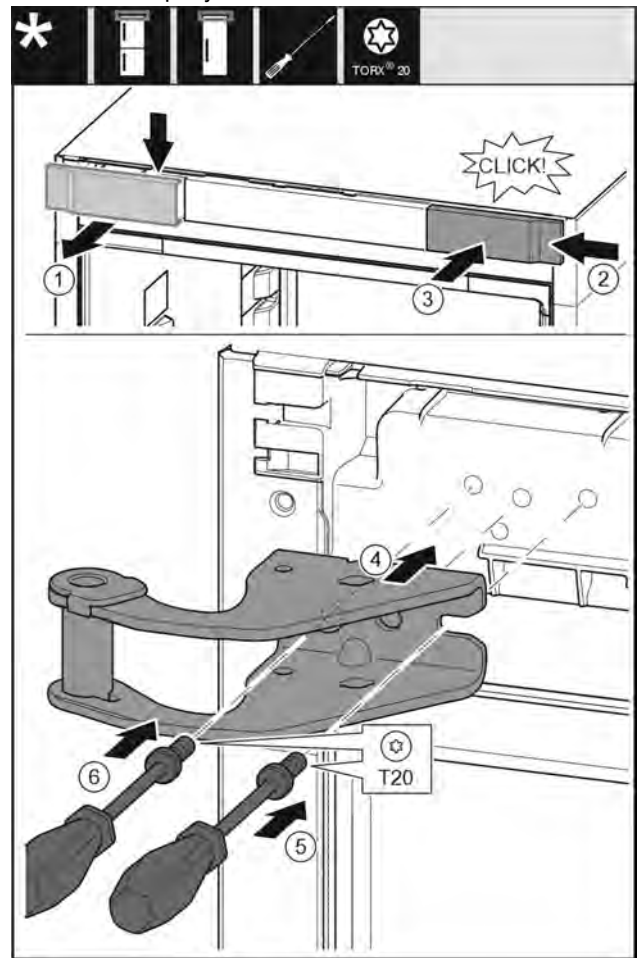

Fig. 19
- ▶ Снимите крышку сверху вперед. Fig. 19 (1)
- ▶ Навесьте крышку, повернув ее на 180°, справа с другой стороны. Fig. 19 (2)
- ▶ Зафиксируйте крышку. Fig. 19 (3)
- ▶ Установите верхний опорный кронштейн. Fig. 19 (4)
- ▶ Установите и затяните винт отверткой T20. Fig. 19 (5)
- ▶ Вставьте и затяните винт отверткой T20. Fig. 19 (6)